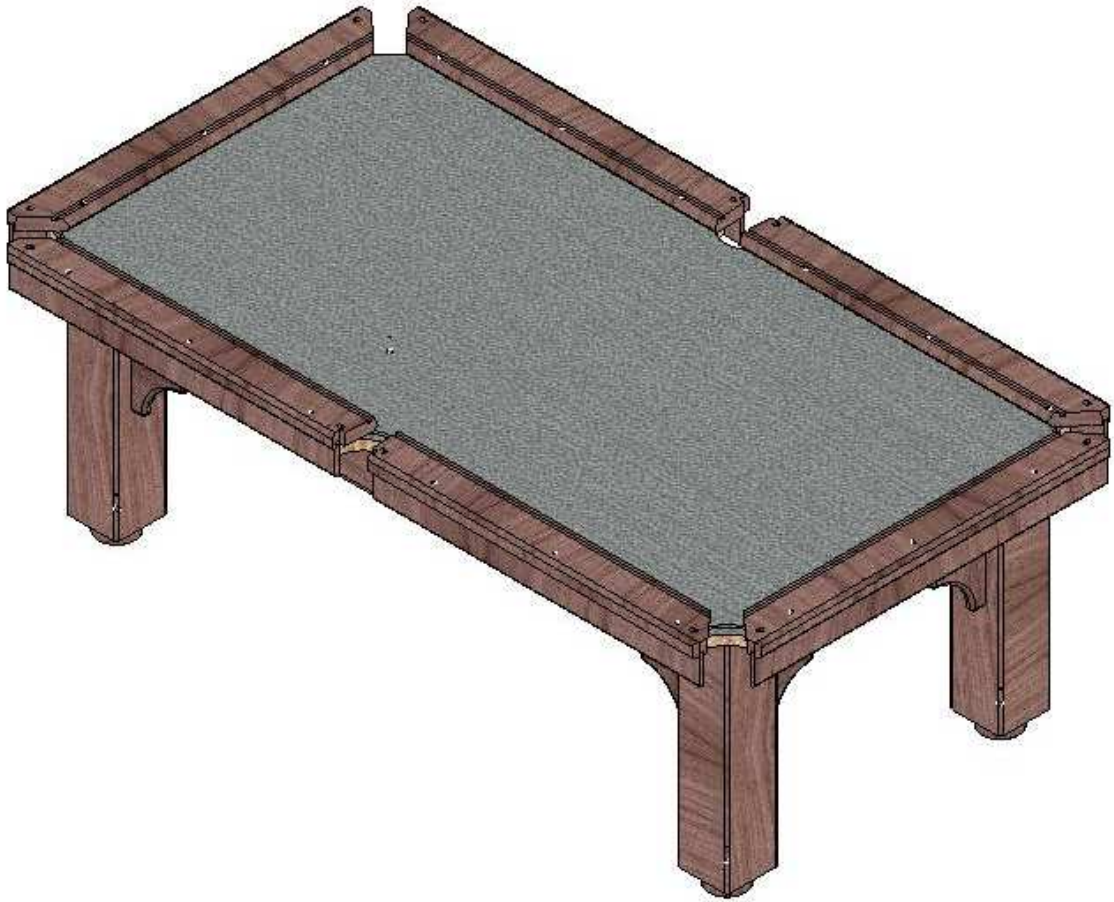

Рисунок 3.28
7. Установите и закрепите борт на плите (рис.3.28). Проверьте совпадение отверстий плиты с крепежными отверстиями борта. Проверьте ширину луз так, как вы это делали картонными шаблонами. Если вы где-то в чем-то “промахнулись”, постарайтесь исправить.